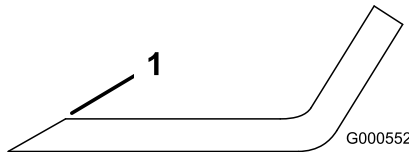

Figure 77
- Au moyen d'une lime, aiguissez les tranchants aux deux extrémités de la lame (Figure 77).
Remarque: Si la lame est déséquilibrée, limez un peu l'extrémité de l'ailette seulement (Figure 77).